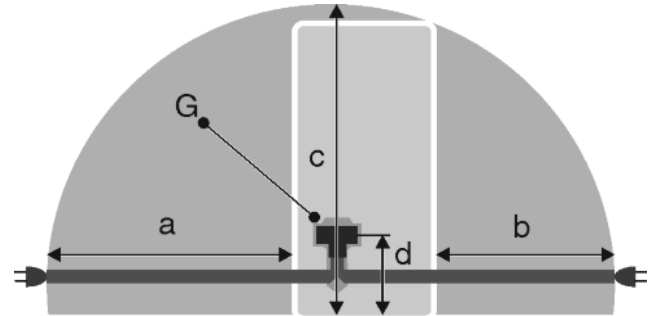

Fig. 41
- A konnektor a készülék hátoldali területén kívül, a megadott tartományban helyezkedik el Fig. 41 (a, b, c).
- ▶ Dugja be a készülék csatlakozóját Fig. 41 (G) a készülék hátoldalába. Figyeljen a megfelelő bekattanásra.